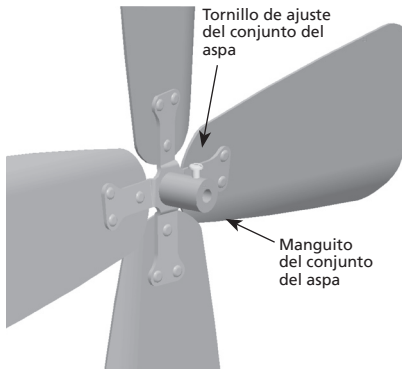

**FIGURA 8**
19. Afloje los tres tornillos restantes de montaje de la rejilla. Alinee las tres ranuras de bocallave en la rejilla posterior con los tres tornillos restantes en la parte delantera del motor y coloque la rejilla nuevamente en la parte delantera del motor, asegurando que las arandelas estén entre la cabeza del tornillo y la rejilla posterior. Vea la Figura 8.